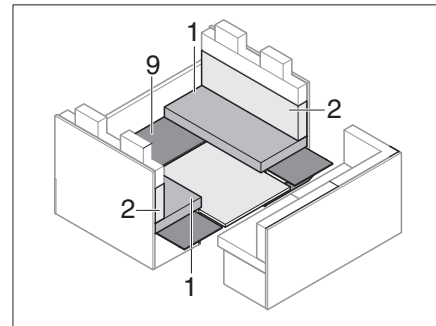

Bild 196 Während des Umbaus
- Unterbau (Bild 196,9) wieder auflegen.